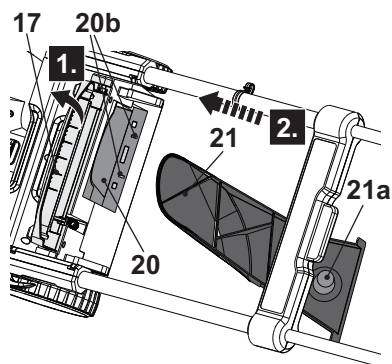

Fig. 16
1. Soulevez le capot du déflecteur (17), tenez la poignée (21a) et insérez le kit mulching (21) dans la goulotte d'éjection arrière (20) (Fig. 16). Assurez-vous que les ergots (21b) s'enclenchent dans les encoches de la goulotte d'éjection arrière (20b).